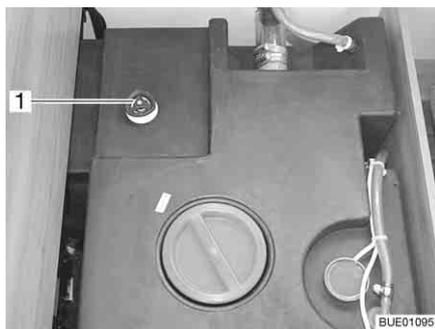

Fig. 222 Depósito de agua con tirador giratorio
- Girar el tirador giratorio (Fig. 222, 1) del depósito de agua en sentido contrario a las agujas del reloj sobrepasando la resistencia, para abrir el orificio de salida completamente.